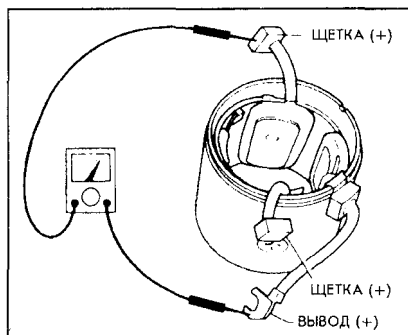

Рис. 10-21.
1. Проверьте проводимость между положительным выводом обмотки возбуждения и положительными щетками (рис. 10-21). Если проводимости нет — замените обмотку возбуждения.